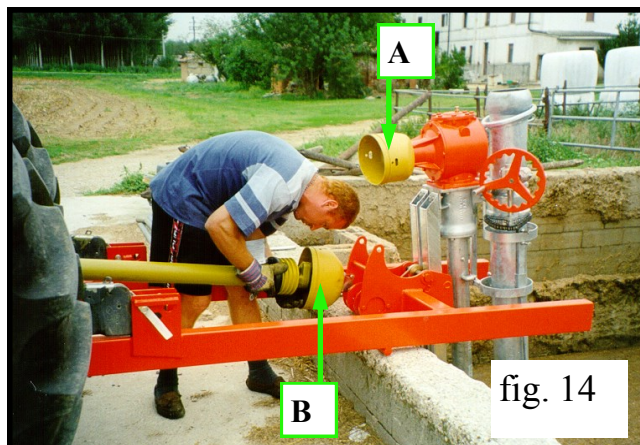

fig. 14
- disinserire l'albero cardanico dal lato gruppo pompa A fig. 14 e inserirlo al posto della leva del verricello B fig. 14. (NO PER VERSIONI CON VERRICELLO IDRAULICO);